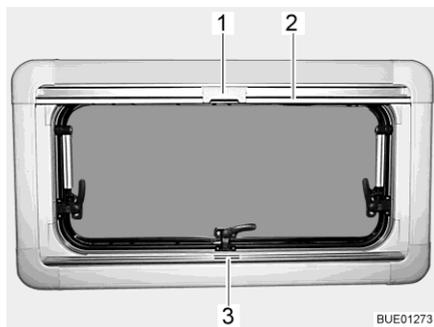

Fig. 93 Finestra apribile
- Afferrare la tendina oscurante pieghevole per la parte centrale della barra di presa (Fig. 93,3), tirarla dal basso verso l'alto e rilasciarla nella posizione desiderata. La tendina oscurante pieghevole rimane in questa posizione.
- Tirare la zanzariera a rullo accompagnandola con la barra di presa (Fig. 93,2) verso il basso, fino a quando la barra di presa non arriva a contatto con la tendina oscurante pieghevole (Fig. 93,3).
- Bloccare l'aggancio (Fig. 93,1) della zanzariera a rullo nella barra di presa della tendina oscurante pieghevole.
- Premere in alto all'indietro l'aggancio (Fig. 93,1) sulla zanzariera a rullo.
- Ricondurre lentamente la zanzariera a rullo accompagnandola con la barra di presa (Fig. 93,2).